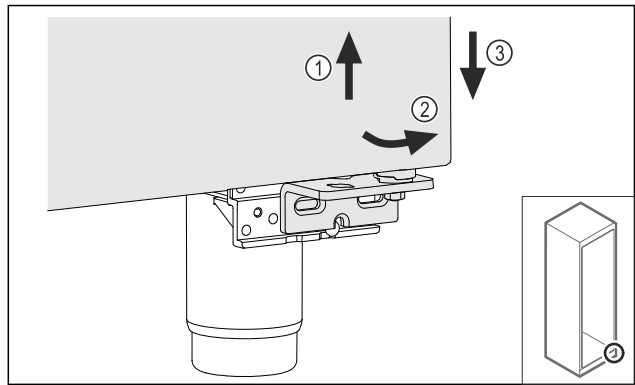

Fig. 24
▶ 将门稍微抬起 Fig. 24 (1)，底部向前倾斜 Fig. 24 (2) 并放下 Fig. 24 (3)。